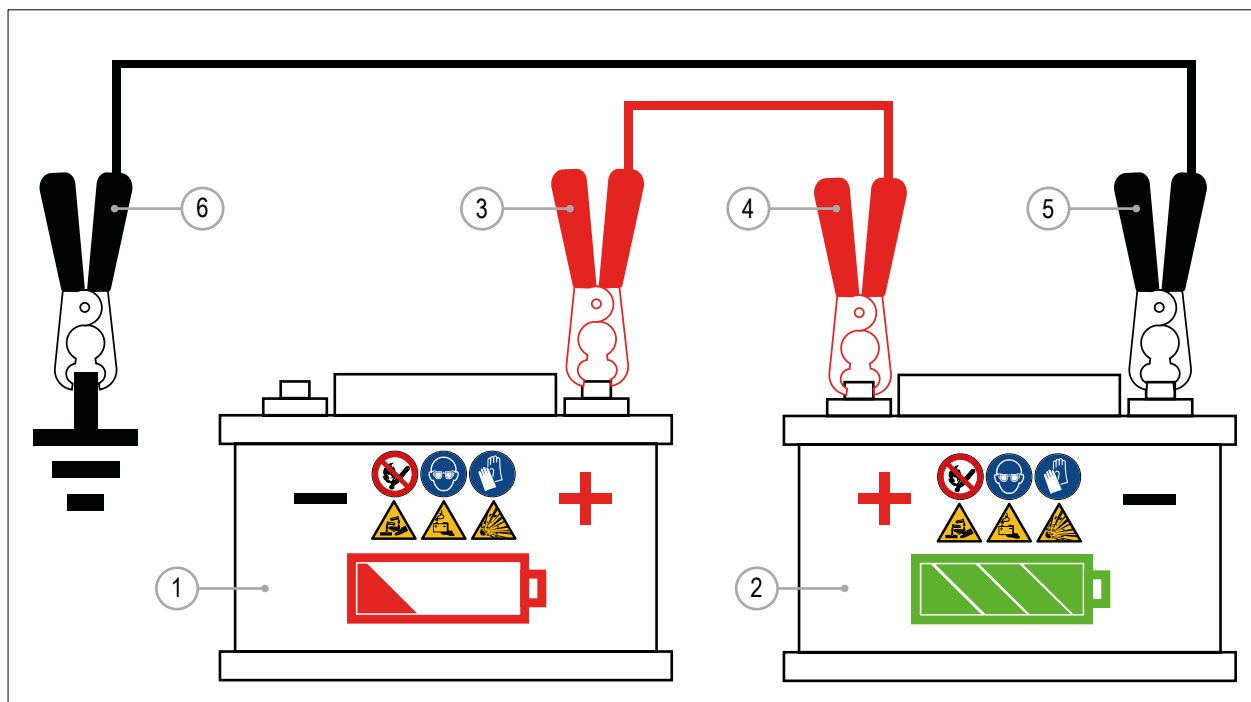

РИС. 39
Если аккумуляторная батарея машины (РИС. 39 - Сс. 1) неисправна, двигатель можно запустить с помощью вспомогательного аккумулятора и комплекта кабелей (РИС. 39 - Сс. 2)
- 3) Подсоедините положительный (+) кабель вспомогательного аккумулятора к положительной (+) клемме аккумулятора машины (РИС. 39 - Сс. 3). Возможно подключение к положительной клемме стартера (РИС. 45 - Сс. 4).
- 4) Подключите другой конец положительного (+) вспомогательного кабеля к положительному (+) полюсу вспомогательного аккумулятора (РИС. 39 - Сс. 4).
- 5) Подсоедините отрицательный (-) кабель вспомогательного аккумулятора к отрицательному (-) полюсу вспомогательного аккумулятора (РИС. 39 - Сс. 5).
- 6) Подсоедините другой конец отрицательного (-) вспомогательного кабеля к металлической части рамы машины или двигателя в отдалении от аккумулятора машины (РИС. 39 - Сс. 6).